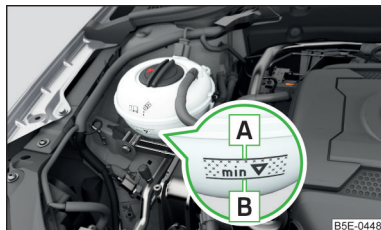

Fig. 198
**Verificarea nivelului lichidului de răcire** - nivelul lichidului de răcire trebuie să se afle între marcajele A și B » fig. 198. Dacă nivelul lichidului de răcire se află sub marcajul B, completați lichidul de răcire.
**Specificația** lichidului de răcire este menționată pe vasul de expansiune a lichidului de răcire » fig. 198.
- Nu adăugați lichid de răcire deasupra marcajului A » fig. 198. Lichidul de răcire ar putea fi împins din sistemul de răcire, atunci când se încălzește - există pericolul de deteriorare a pieselor din compartimentul motor.